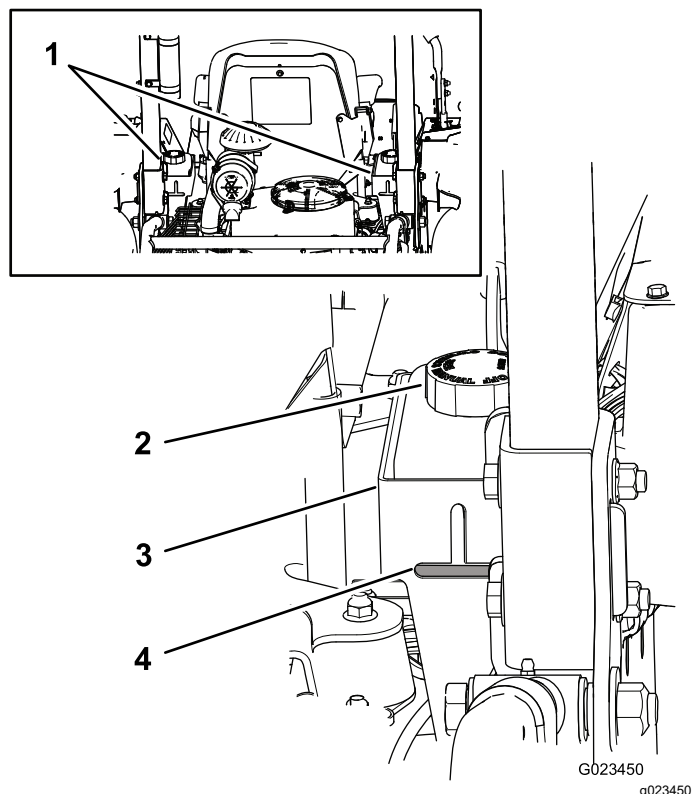

Bild 68
Die Behälter der Maschine werden im Werk mit Hydrauliköl guter Qualität gefüllt. Prüfen Sie den Stand des Hydrauliköls, wenn das Öl kalt ist. Die Maschine sollte in der Transportkonfiguration sein. Wenn der Ölstand unter der Oberkante des horizontalen Teils des Schauglases hinten am Hydraulikbehälter (Bild 68) liegt, gießen Sie Öl nach, bis der Ölstand akzeptabel ist. **Füllen Sie die Behälter nicht zu voll.** Wenn der Ölstand an der Oberkante des horizontalen Teils des Schauglases liegt, muss kein Öl nachgefüllt werden. Als Ersatzflüssigkeiten werden empfohlen:
Hinweis: Der Ölstand sollte an der Unterseite der Öffnungen sein; wie in Bild 68 abgebildet.
- A. Reinigen Sie den Bereich um die Deckel der Hydraulikölbehälter, damit keine Rückstände in die Anlage gelangen (Bild 68).